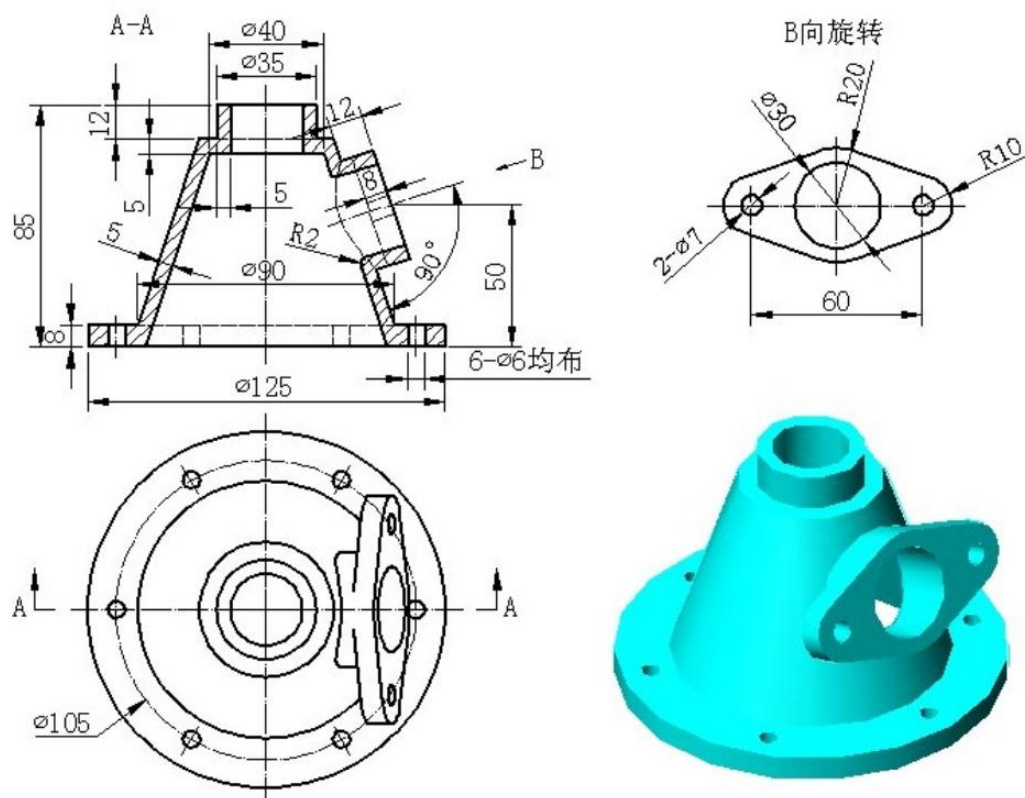

图 J1-10 三维零件 10
①在盘下建立考生文件夹，文件夹名称为“场次-工位号”，所有文件必须保存在考生文件夹中，否则记零分；
②文件名称为“J1-10”，保存在考生文件夹中；
③根据图 J1-10 所示尺寸完成三维建模；
④隐藏草图和创建的基准平面；
⑤考试过程中注意保存，考核结束时考试应立即停止操作，不得关闭电脑，离开考场。